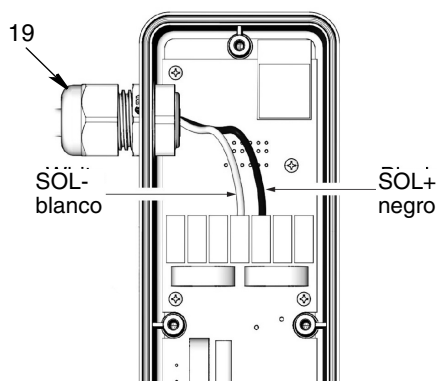

FIG. 35
5. Dentro del alojamiento del sistema electrónico del PAC (2), desconecte los cables neutro (blanco) y de línea (negro) del SOL - (blanco) y SOL + (negro) del bloque de terminales (FIG. 35).
6. Afloje la presilla del cable (19) y retire completamente el cable (FIG. 35).